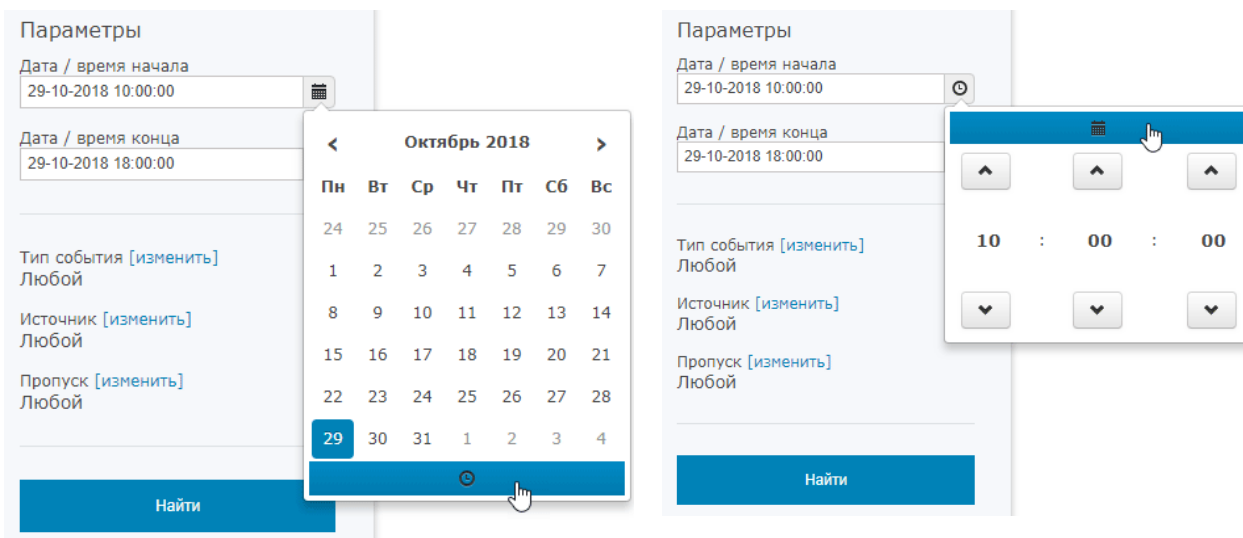

Рисунок 9.108 — Добавление временного интервала
- затем по кнопке  можно перейти к указанию момента времени (рисунок 9.108).